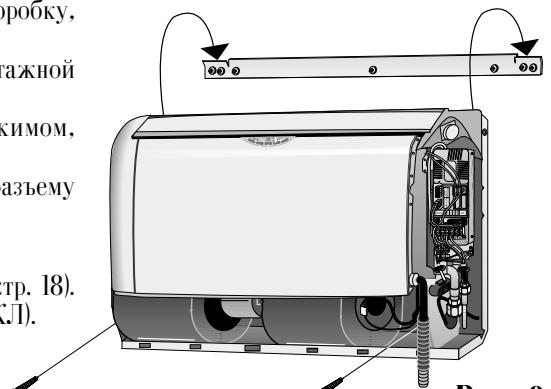

Рис. 8
- Установите внутренний агрегат на его монтажный кронштейн. (рис. 8). Вставьте две входящие в комплект контргайки и как следует затяните их.
- Для крепления к стене могут быть использованы также два винта, находящиеся в нижней части внутреннего агрегата (см. рис. 8).